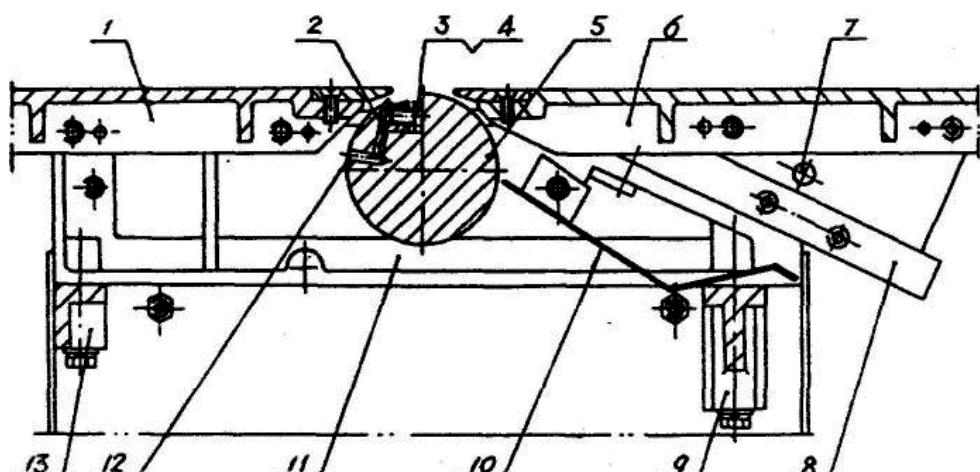

Рис. 5 Строгальный блок
#### Строгальный блок (Рис. 5)
- См. Рис. 5. Ослабьте болт ножа 3, вставьте отвертку в отверстие 12, вытяните механизм 2 наружу, затем немного закрутите болт 3, поместите плоскую линейку на среднюю часть краевой пластины заднего стола 1.
- Поставьте упор для фасок с направляющей и соедините направляющую с основанием, как показано слева на Рис. 5. В общем, установите направляющую с правой стороны стола.